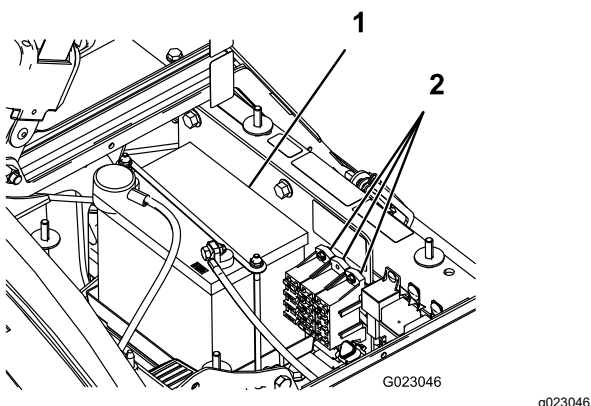

Figura 48
Vi sono due fusibili e uno slot vuoto nell'impianto elettrico, sotto il sedile (Figura 48).
2. La batteria è posizionata sul lato destro della macchina, dietro la pompa (Figura 48).
5. Togliete la cinghia della batteria e i dispositivi di fermo (Figura 48).
2. Montate la cinghia della batteria e fissatela con i dispositivi di fermo tolti in precedenza (Figura 48).
4. Montate il coperchio della batteria e fissatelo con le due manopole (Figura 48).
1. Allentate le manopole ai lati della cassetta della batteria e togliete il coperchio della batteria (Figura 48).